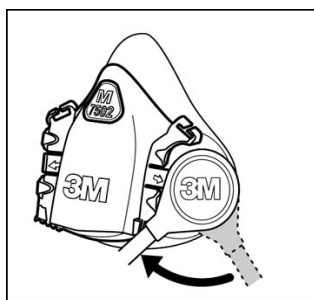
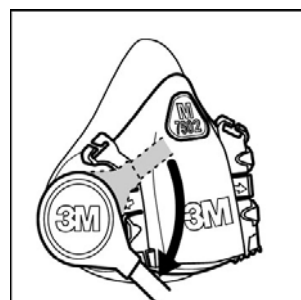

图 7
图 8
2. 将呼吸管的两个分支分别顺时针旋转四分之一周，直到不能转动（参见图 7 和图 8）。切勿用力过度，否则插口可能会损坏。